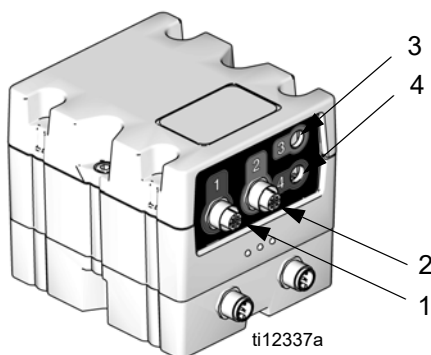

FIG. 12: Conexiones del Módulo de control de fluido delantero
2. Quite dos tornillos (C) y el Módulo de control de fluido (A) de la base (B).
3. Monte la base (B) en el sistema con cuatro tornillos. Inserte los tornillos a través de la parte superior de la base y apriételos en el sistema.
4. Monte el Módulo de control de fluido (A) en la base (B) con dos tornillos (C).
5. Conecte los cables en la parte delantera del módulo de control de fluido. Consulte la FIG. 12 y la tabla siguiente.